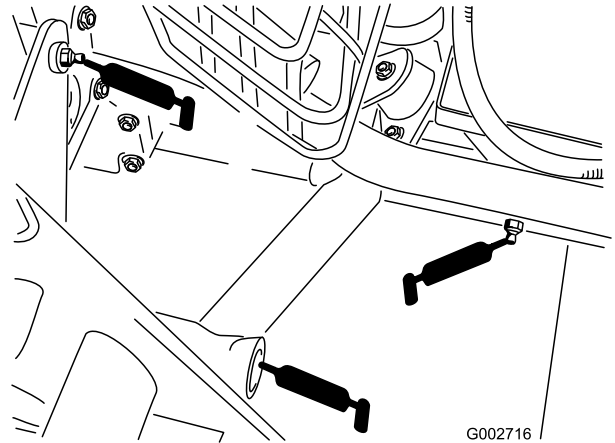

Figura 21
- 5 rulmeni de cuplare spate (Figura 21).